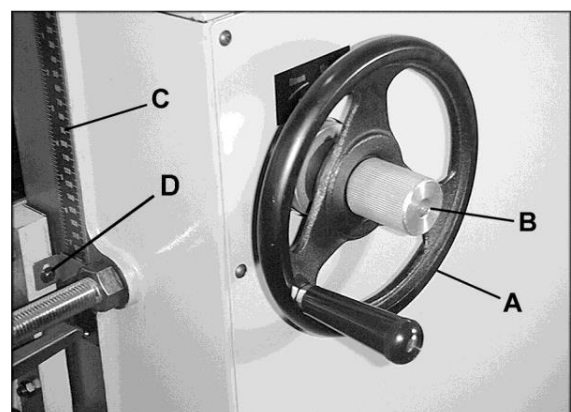

Рис. 4
Глубина строгания контролируется подъемом-опусканием стола. Это делается при помощи маховика (А), см. рис. 4.
1. Ослабьте фиксатор (В, рис. 4).
3. Затяните фиксатор (В, рис. 4).
4. Указатель (D, рис. 4) можно немного отрегулировать, если потребуется калибровка шкалы.